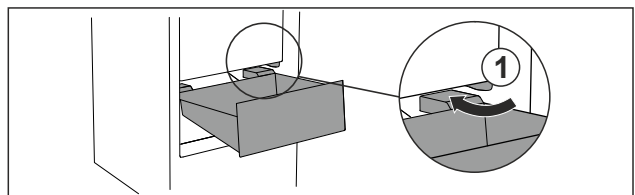

Fig. 69
- ▶ Обойдите стопор Fig. 69 (1) выдвижного ящика под наклоном.